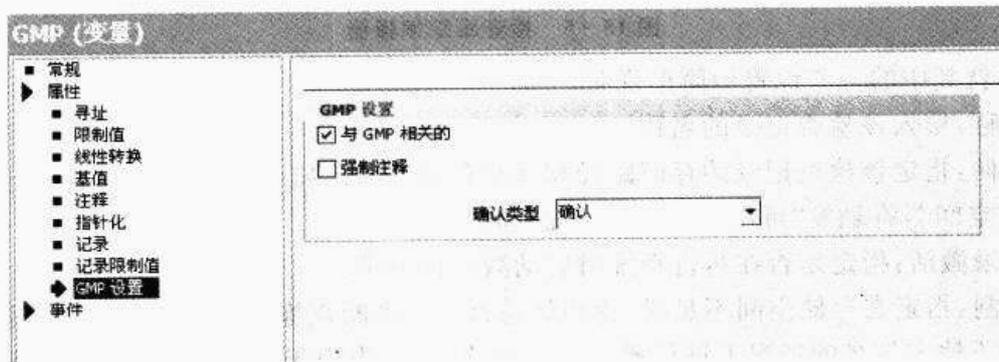

图 15-3 变量属性的 GMP 设置
② 变量属性的“GMP 设置”条目,在变量的属性视图中会多出一个“GMP 设置”条目,如图 15-3 所示。在此处可以指定哪个变量和 GMP 相关以及用户是否必须在运行时用电子签名来确认变量值的变化。